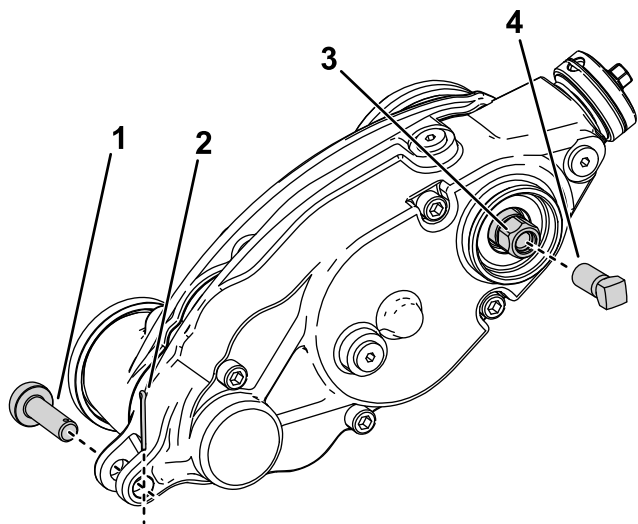

图 25
3. 卸下将疏草刀驱动箱连接到调整臂的调节销和开口销图 25。
5. 如图 25 所示将加固螺丝零件号 1-803022——单独出售安装到疏草刀驱动六角头的内螺纹并上紧扭矩至 13.5Nm。
6. 转动疏草刀驱动六角头将疏草刀驱动箱从剪草滚刀上卸下图 25。